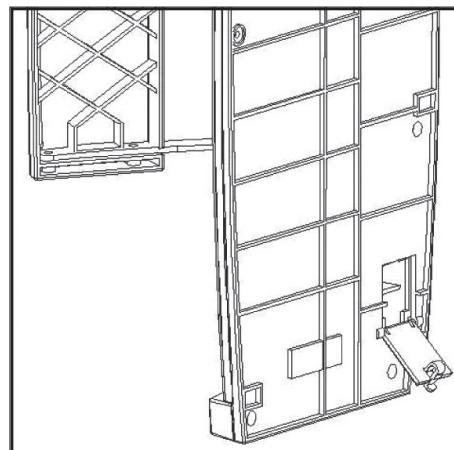

fig. 7
- Placez l'appareil à la verticale lorsque vous nettoyez le bac à confettis comme indiqué dans la figure 7.